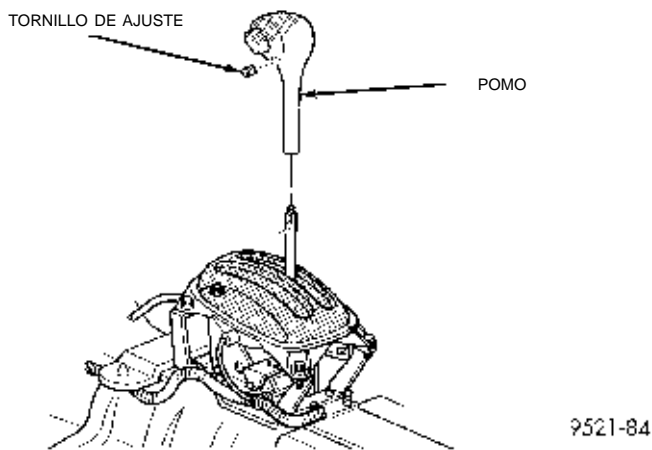

Fig. 20 Empuñadura del cambio de marchas
(1) Desconecte y aíse de la batería del vehículo, el cable negativo (-).
(2) Retire el conjunto de consola. Consulte el Grupo 23, Carrocería.
(3) Retire el tornillo de ajuste del pomo del cambio de marchas y el pomo (Fig. 20).